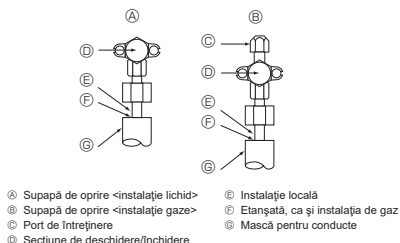

Fig. 4-4
- ① Furtun de alimentare
- ② Port de întreținere
4.4. Metoda de testare a etanșeității conductei pentru agentul frigorific (Fig. 4-4)